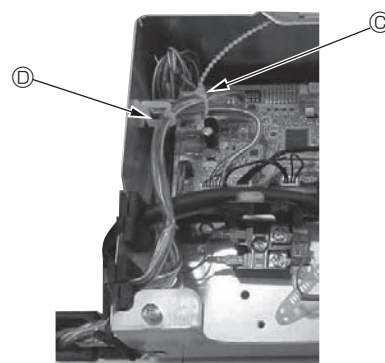

Fig. 10-14
- Inserire le parti eccedenti dei cavi di giunzione dell'i-See sensor e del ricevitore di segnale nella scatola dei componenti elettrici attraverso la clip per cavi come illustrato nello schema, quindi fissare insieme i cavi con il dispositivo di attacco. (Fig. 10-14)